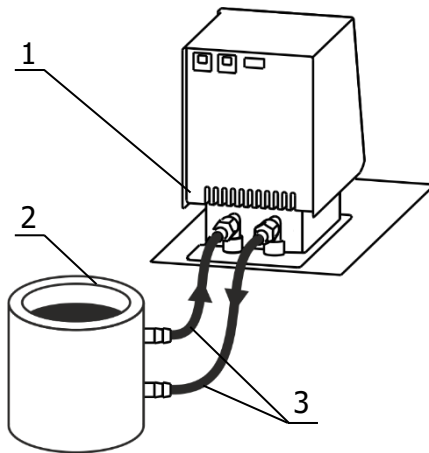

Рисунок 5 — Подключение внешнего потребителя
2.2.9 Для подключения к термостату 1 (рисунок 5) внешнего потребителя закрытого типа 2 использовать соединительные шланги 3. Концы соединительных шлангов надежно закрепить хомутами на штуцерах блока регулирования и внешнего потребителя.